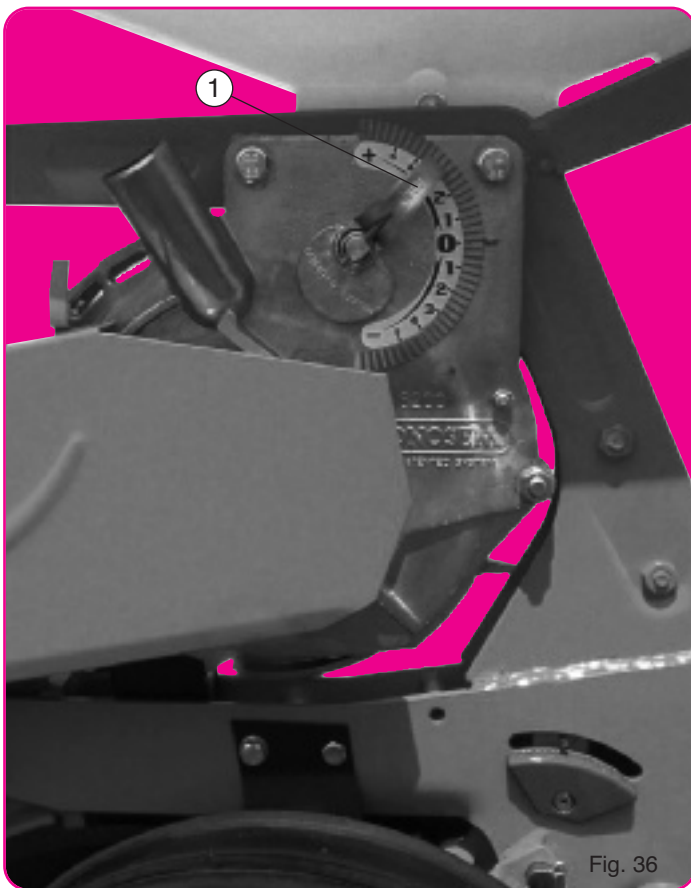

Fig. 36
L'index ① remonté vers le + (fig. 36) éloigne la plaque des trous du disque, augmente l'aspiration (en limitant la prise d'air ②) ce qui provoque une tendance aux doubles.
When the indicator ① is positioned to the + (fig. 36) it raises the scraper over the holes of the disc, increasing the degree of suction (closing the size of the hole ②). This may cause doubles.
El índice ① girado hacia + (fig. 36) aleja la placa de los agujeros, aumenta la aspiración (limitando la toma de aire ②), lo que provoca una tendencia a los dobles.